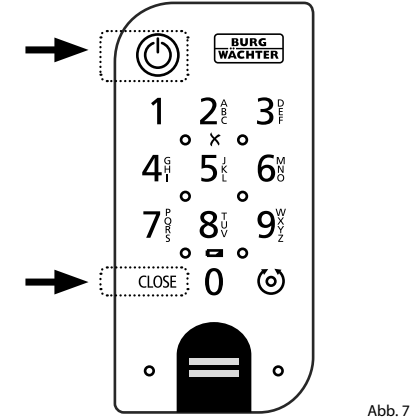

Abb. 7
- 1 Aktivieren Sie die Tastatur, indem Sie entweder die ON-Taste oder die CLOSE-Taste drücken (Abb. 7).